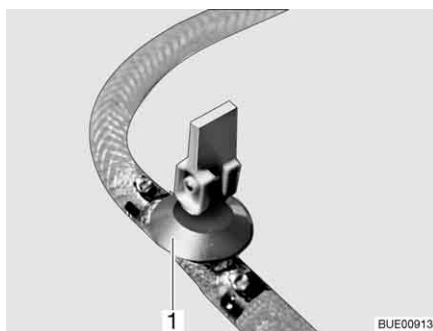
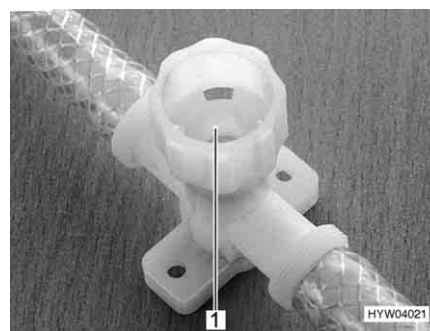

Bild 185 Avtappningskran (med vipparm)
Bild 186 Avtappningskran (med vred)
- Stäng alla avtappningskranar. Ställ för detta avtappningskranens vipparm (Bild 185, 1) vågrätt eller vrid avtappningskranens kran (Bild 186, 1) medurs.